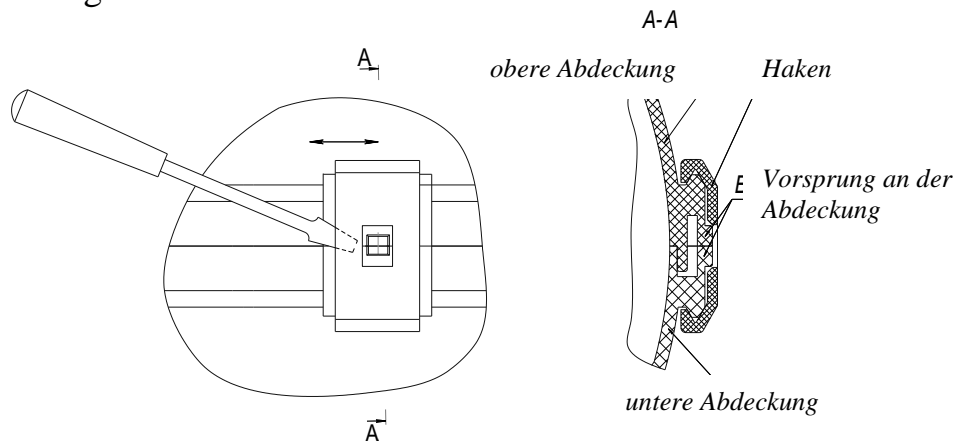

Abb. 1 - Entfernen des Hakens vom Gehäuse des Heizkörpers.
- a) die Haken entfernen. Zum Entfernen des Hakens ist es notwendig, mit dem Schraubendreher (mit einer dünnen Spitze) den Haken um die Höhe des Vorsprungs an der Abdeckung ausdrücken und den nach rechts oder links bezogen auf das Gehäuse bewegen, bis er vollständig entfernt ist (Abb. 1);
- die obere und untere Abdeckung entfernen (Abb. 1);